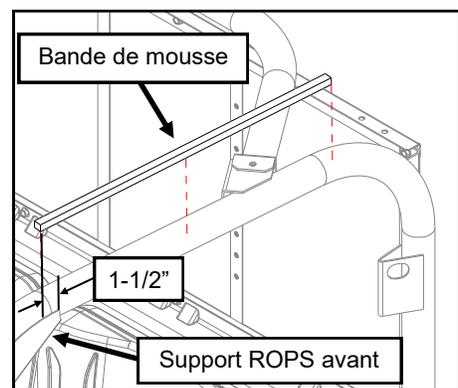

Fig. 5
5. Installez du ruban adhésif en mousse sur le dessus des tubes ROPS avant-arrière des deux côtés du véhicule. Bande de mousse pour démarrer environ 1-1/2" devant le bord avant du support ROPS (voir fig. 5) ou à l'arrière du cadre du pare-brise (si installé)